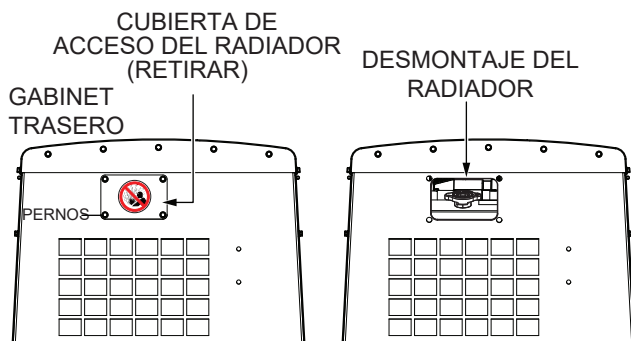

Figura 31. Retirada de la tapa del radiador
1. Quite los cuatro pernos que sujetan la cubierta de acceso de la tapa del radiador (Figura 31) al gabinete trasero. Quite la tapa de acceso y la empaquetadura.